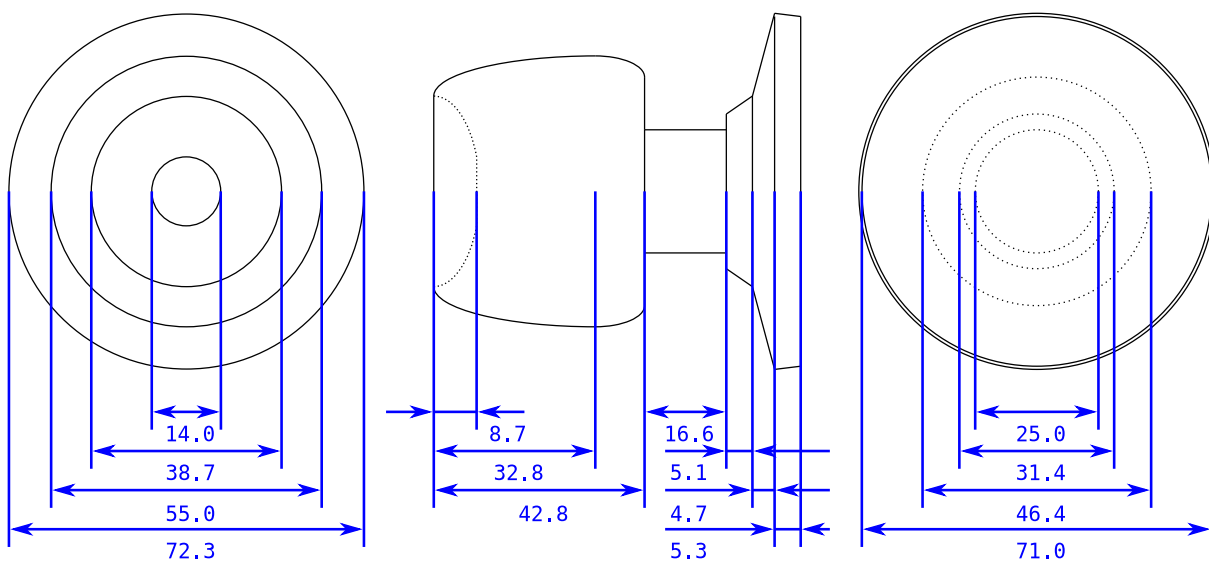

Figura 9: Datos de la chapa
- Dada la chapa de puerta que se muestra en la imagen 8, cuyas medidas se presentan en la figura 9, calcular la fórmula del volumen en función de sus parámetros.